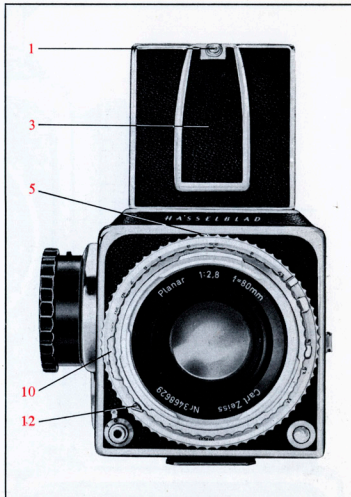

Fig. 6
Le capuchon de visée est un viseur à verre dépoli qui protège le dépoli contre toute lumière parasite. Pour ouvrir le capuchon de visée, repousser le bouton de déverrouillage (1, voir Fig. 6) vers la droite ; les parois du capuchon de visée se relèvent alors automatiquement. La loupe de mise au point (2), qui facilite la mise au point précise, se relève en position de visée si l'on repousse à nouveau le bouton de déverrouillage (1) vers la droite. Pour refermer le capuchon de visée, rabattre d'abord la loupe contre l'intérieur du couvercle du capuchon de visée ; rabattre ensuite les deux parois latérales contre le dépoli, puis la paroi arrière et, enfin, le couvercle du capuchon de visée. Pour déposer le capuchon de visée, il faut d'abord déposer le magasin à film, après quoi il suffit de faire glisser le capuchon de visée vers l'arrière.